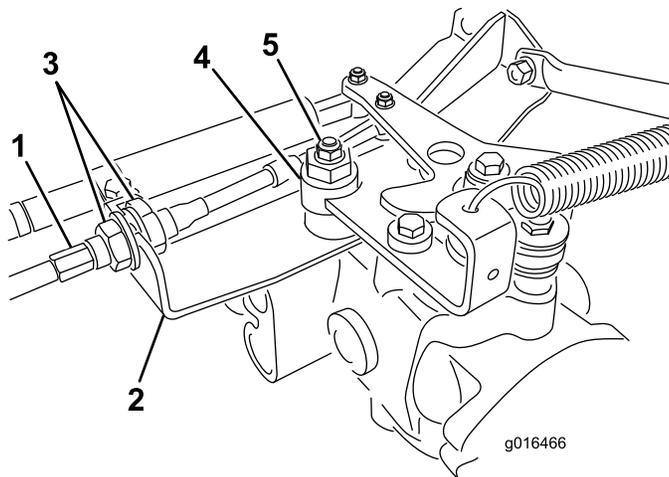

Figura 46
- A. Liberte as porcas de bloqueio que fixam o cabo de controlo de tração ao anteparo do hidróstato (Figura 46). Certifique-se de que as porcas de bloqueio se encontram soltas de forma idêntica e o suficiente, de modo a permitir a operação de ajuste.
Nota: Liberte a porca que fixa o disco excêntrico ao cima do hidróstato (Figura 46).
- E. Quando a roda deixar de rodar, aperte a porca, bloqueando deste modo o disco excêntrico e fixando a posição de ajuste (Figura 46).
- G. Aperte uniformemente as porcas que se encontram em cada um dos lados do anteparo, fixando deste modo o cabo de tração ao anteparo (Figura 46). Não rode o cabo.